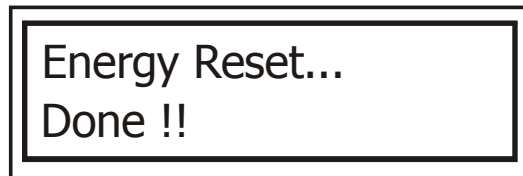

Рис. 17
5. Нажмите кнопку , на дисплее появится сообщение об успешном сбросе значений (**рис. 17**):